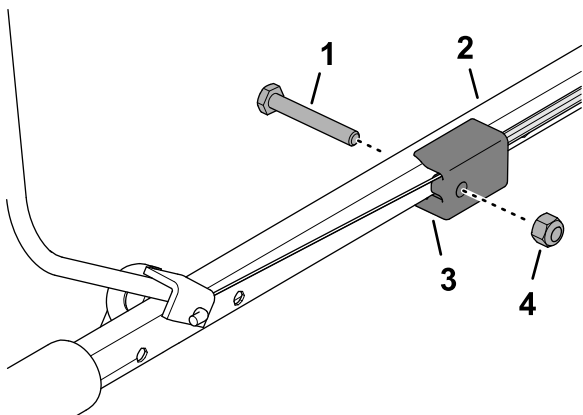

Bild 13
5. Befestigen Sie das Anschlussstück des Kabelzugs am oberen Holm (Bild 13) mit der Schraube ($\frac{1}{4}$ " x $1\frac{3}{4}$ ") und der Sicherungsmutter ($\frac{1}{4}$ ").